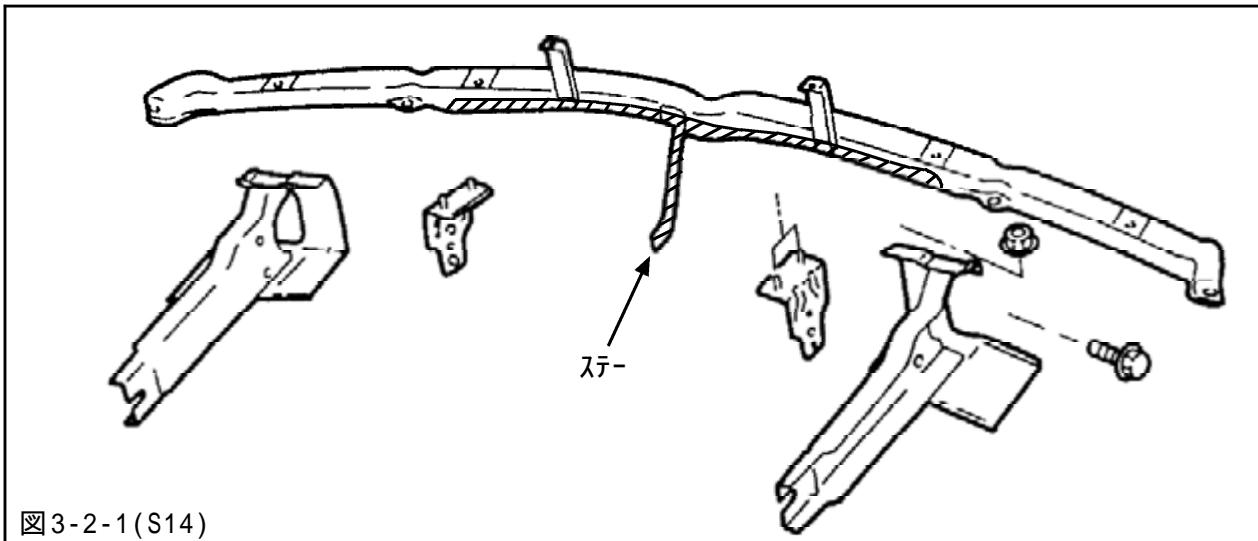
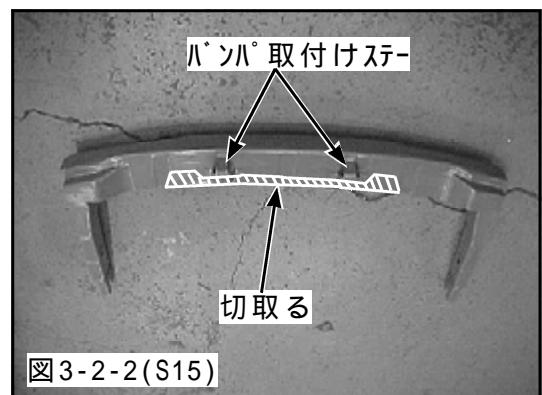

図3-2-1(S14)
図3-2-2(S15)
(1)レインホースとキットパーツが干渉しないように図の斜線部を切取り、レインホースを取付けてください。(図3-2-1,図3-2-2)